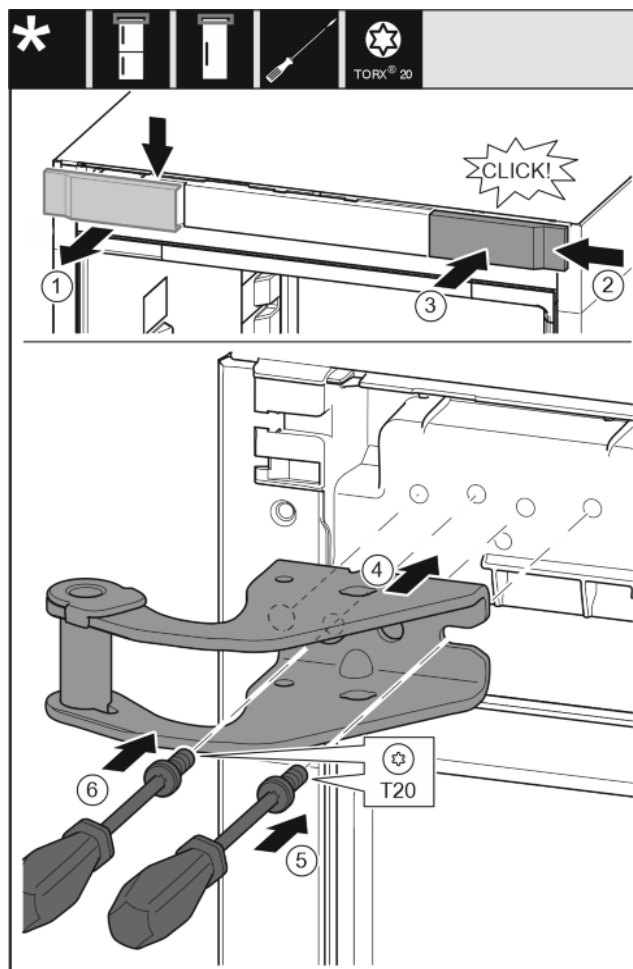

Fig. 12
- ▶ Skinite pokrov odozgo prema naprijed. Fig. 12 (1)
- ▶ Objesite pokrov okrenut za 180° na drugoj strani s desne strane. Fig. 12 (2)
- ▶ Pustite da pokrov uskoči. Fig. 12 (3)
- ▶ Postavite gornji podložak ležaja. Fig. 12 (4)
- ▶ Odvijačem T20 umetnite i pritegnite vijak. Fig. 12 (5)
- ▶ Odvijačem T20 umetnite i pritegnite vijak. Fig. 12 (6)